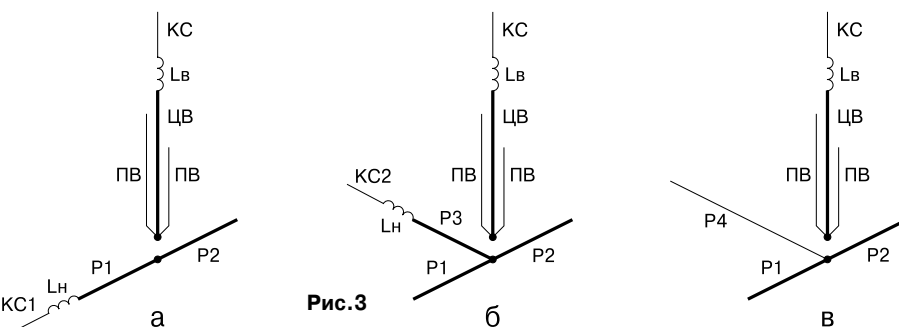

Рис.3
Макетная проработка показала, что при  $L_v=10...14$  мкГн, катушка может выполнять роль широкополосного нерезонансного трапа на частотах 14 МГц и выше, отсекая  $KC$ , и являясь удлиняющей на частоте 7 МГц в комплекте  $ЦВ+L_v+KC$ , образуя «вертикал» на 40 м.д. (рис.3а).
В варианте на рис.3а нужный эффект достигается увеличением длины радиала  $P1$  с помощью катушки  $L_n$  и концевой секции  $KC1$ .  $L_n$  выбирается с расчетом, чтобы на 14 МГц и выше она играла роль отсекающего трапа, а на 7 МГц была удлиняющей и совместно с  $KC1$  обеспечивала нужное значение  $X_{пр}$ . Определение конкретных величин производилось экспериментально. Варьируя длину верхней  $KC$  (считая длину  $ЦВ$  и величину  $L_v$  уже определенными), а также длину  $KC1$  и величину  $L_n$ , можно найти значения, обеспечивающие  $KCB<1,15$ . Вариации  $KCB$  влияют в основном на  $R_a$  (величину  $KCB$ ), а настройка нижнего узла - на  $X_a$  (частоту минимума  $KCB$ ). Реальные значения  $L_n=20...25$  мкГн, длина  $KC1=1,4...1,6$  м, длина  $KC=2,2...2,4$  м. Значение  $L_n$  не критично, окончательная настройка производится регулировкой  $KC1$ .
**Вариант на рис.3б** может быть применен там, где есть место для размещения дополнительного проволочного радиала  $P3$  длиной 2,7 м с концевой проволочной частью  $KC2$  длиной 1,6...1,7 м.  $P3$  работает совместно с  $ПР$  в диапазонах 10...20 м, его реактивное сопротивление примерно в 4 раза больше, чем  $X_{пр}$ , поэтому вызванная его применением расстройка невелика и легко компенсируется. Величина  $L_n$  и принцип действия этого варианта аналогичны предыдущему.  $P3$  следует располагать в плоскости, перпендикулярной противовесу  $ПР2$ .
**Вариант на рис.3в** значительно отличается от предыдущих. Экспериментальной подборкой удалось найти такую длину дополнительного проволочного радиала  $P4$ , при которой антенна нормально строится на 40 м.д. без дополнительных катушек. На верхних диапазонах низкое входное  $X_{пр}$  шунтирует более высокоомный вход  $P4$ , поэтому параметры антенны на 10...17 м.д. практически не изменяются. Дополнительный положительный эффект этого варианта - сдвиг резонансной частоты 20 м.д. вверх на 0,25 МГц, что облегчает стыковку этого и 10 м.д. на  $ЦВ$ .
Таким образом, вариант на рис.3в проще и интереснее предыдущих, но имеет 2 ограничения :
Во всех вариантах, если позволяют местные условия, трубчатый противовес может быть заменен четырьмя проволочными радиалами длиной по 2,7 м каждый, замена равноценная. В варианте на рис.3б, где уже есть один проволочный радиал, можно обойтись тремя дополнительными. Все описанные варианты проверены на практике и показали примерно одинаковые результаты.